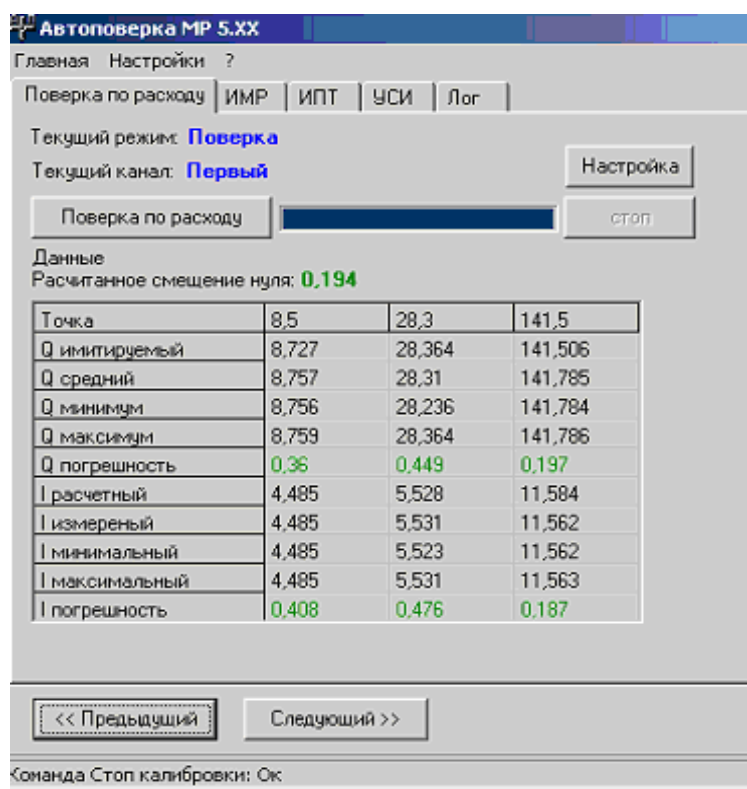

Рис.20. Вид вкладки «Поверка по расходу».
2.5.3.5. Нажать кнопку **Следующий** и в открывшейся вкладке **Поверка по расходу** в выпавшем окне дать команду на поверку ранее выбранного канала. Программа в автоматическом режиме поверяет канал по измерению расхода и токовый выход расходомера (если таковой присутствует). Результаты выводятся в область данных (рис.20).